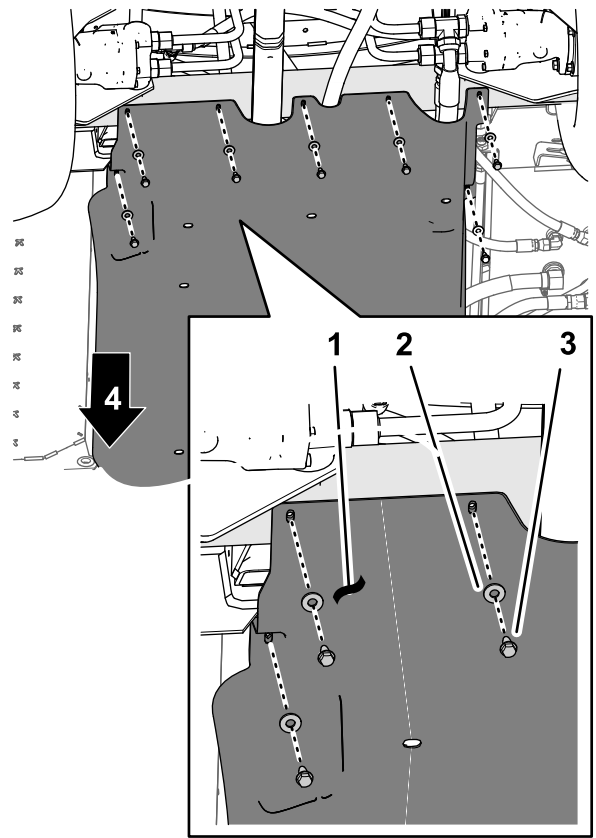
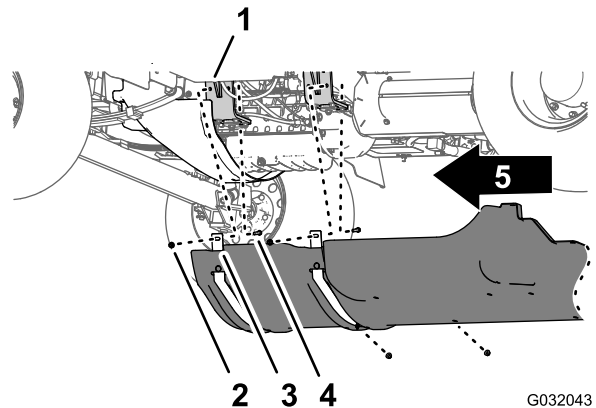

图22
图23
1. 拆下将机架下保护罩后部固定至机器底盘上的 7 个凸缘头螺栓 5/16 x 7/8 英寸和 7 个垫圈 5/16 英寸 图22。
2. 从将机架下保护罩支撑箍带固定至机器发动机安装支架上的螺栓和机架螺栓上拧下 4 个凸缘锁紧螺母 5/16 英寸 图23。
4. 从机器上拆下机架下保护罩图22和图23。